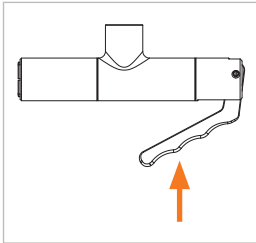

Abbildung 5
- ▶ Betätigen Sie den Handhebel (Pos. 2) (Abbildung 5). Die Spannzangen öffnen sich.